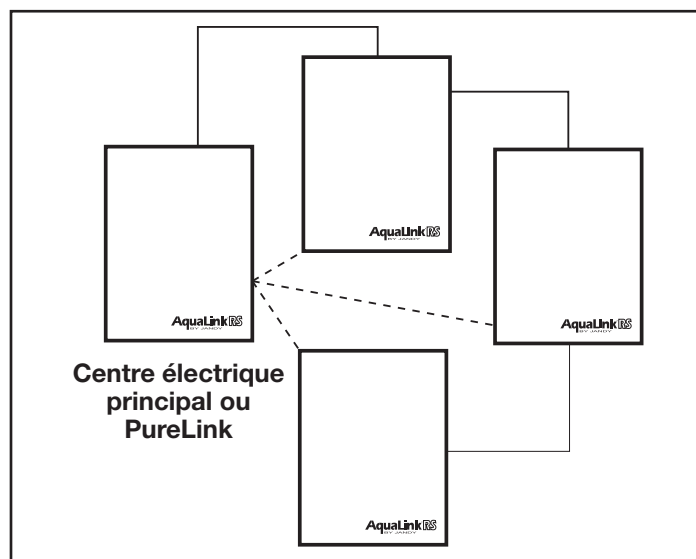

Figure 22. Câblage de plusieurs centres électriques
1. Les centrales électriques auxiliaires peuvent être câblées « en série », à partir du centre électrique principal (ligne continue) ou câblées « en parallèle » à partir du centre électrique principal (ligne pointillée). Voir la figure 22.